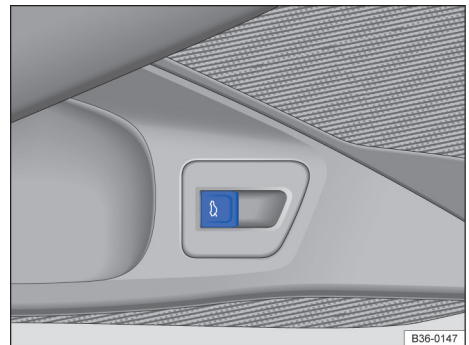

Fig. 78 Na porta do condutor: botão de destravamento da tampa do compartimento de bagagem.
- **OU**: puxar o botão  na porta do condutor para cima → Fig. 78.
- **OU:** puxar o botão na porta do condutor para cima → Fig. 78.